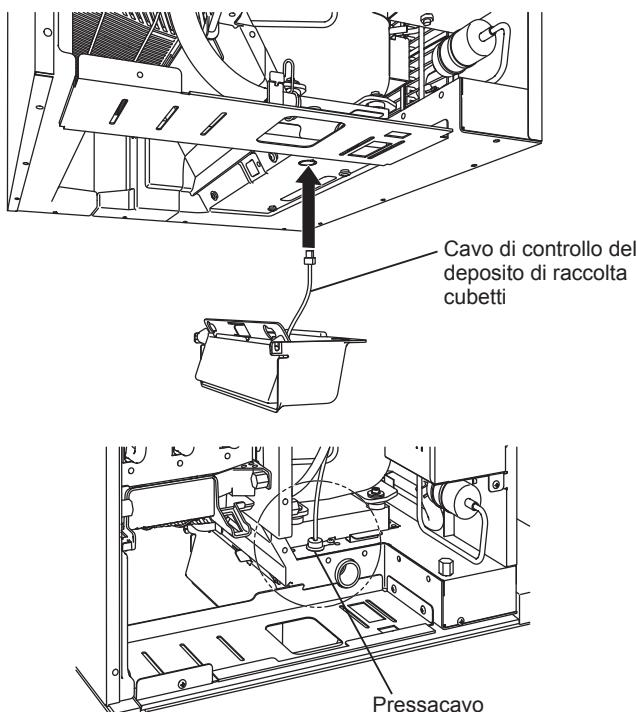

Fig. 4
- 6) Far passare il cavo di controllo del deposito attraverso il foro nella base, quindi nel pressacavo in dotazione. Vedere Fig. 4.